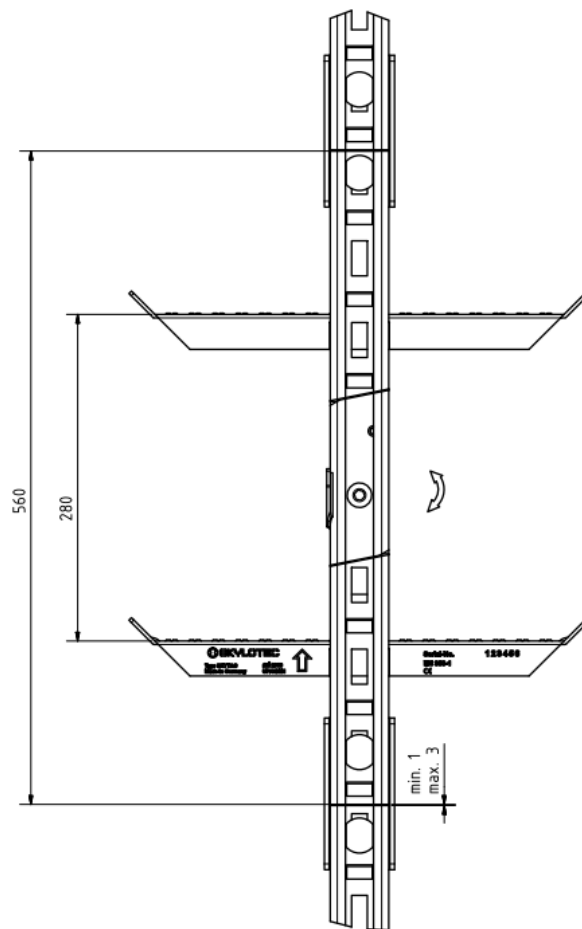

Abbildung 13: Montagemasse
7.1.6 Einzuhaltende Montagemasse (Abbildung 13)